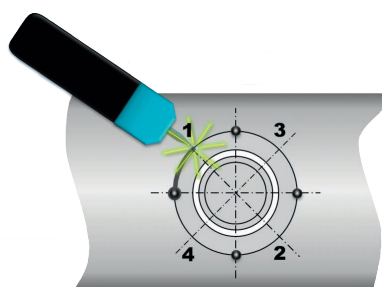

Fig. 2: Saldatura
4. Saldare le sezioni tra i punti (fig. 2).